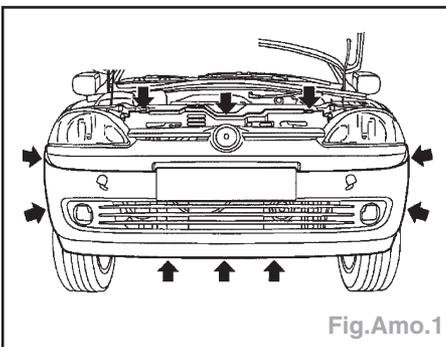

Fig.Amo.1
- La fixation du bouclier (Fig.Amo.1) se fait à l'aide de rivets écarteurs en plastique et de vis à six pans.